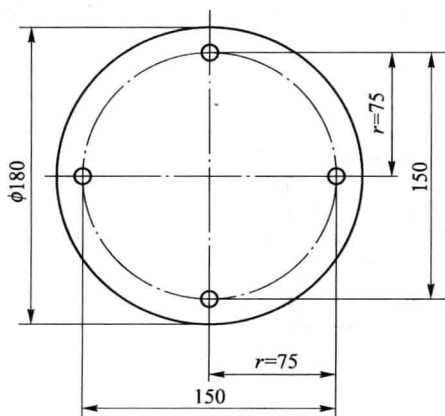

图 3.6
③ 适当增大接合面面积 A 和螺栓中心至形心点 O 的距离 r ，如图 3.6 所示。